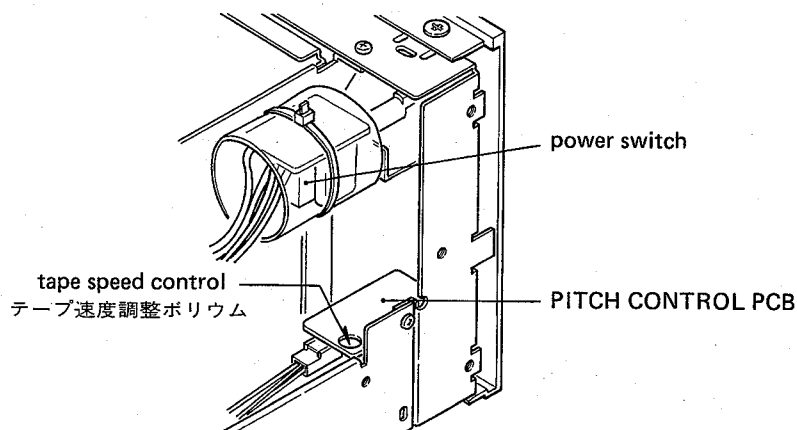

Fig. 4-8
- c) Adjust the trim pot R571 (refer to fig. 4-8) provided on the rear side of the PITCH CONTROL using a small "—" driver with the handle completely insulated from the blade to obtain a 3000 Hz  $\pm$  5 Hz reading on the frequency counter.
- c. 周波数カウンタが3000Hz $\pm$ 5Hzを示すようにビッチ・コントロールの裏側にある半固定抵抗 R571 (図4-8) を回して調整する。調整には柄が刃先から完全に絶縁されている小型マイナス・ドライバを用いること。